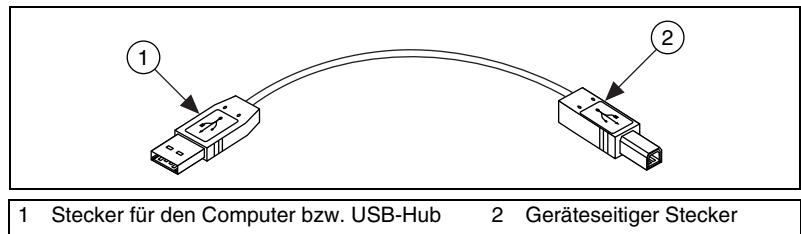

Abbildung 7. USB-Kabel und -Stecker
1. Schließen Sie das Modul mit dem USB-Kabel (siehe Abbildung 7) an den Computer oder einen anderen damit verbundenen Hub an.